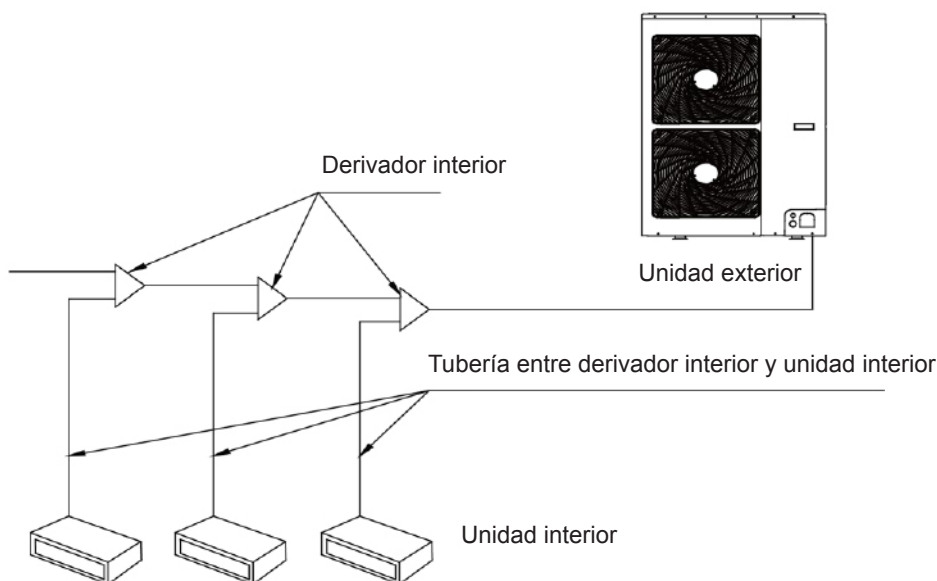

Fig. 11
- (2) No doble la tubería más de 90°.
- (3) Si dobla o estira la tubería repetidas veces, será cada vez más difícil doblarla o enderezarla de nuevo. Por tanto, no doble o estire la tubería más de 3 veces.
- (4) En caso de que, al doblarla, se produzcan fracturas en la tubería, emplee un cortador afilado para cortar la capa de aislamiento, tal y como se muestra en la fig. 11. Doble la tubería una vez expuesta. Una vez finalizada la flexión, envuelva la tubería con una capa aislante y asegúrela con cinta adhesiva.